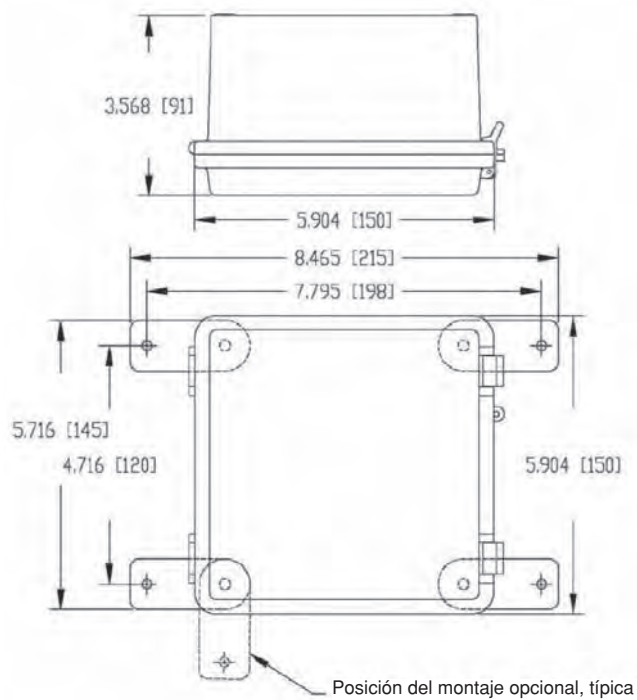

Figura 2: Dimensiones de la Caja de Plástico
| Figura 2: Dimensiones de la Caja de Plástico .....                        | 28 |
2. En la Figura 2 se muestran las cajas de plástico NEMA 4X.